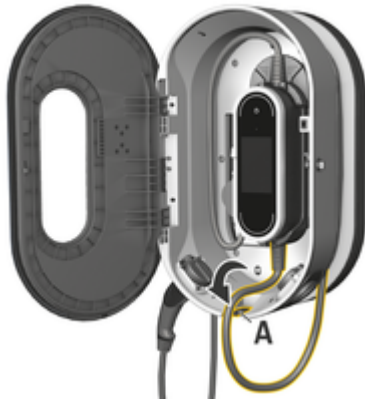

Fig. 19: Hekte på betjeningsenheten
3. Trekk kjøretøykabelen gjennom åpningen A (Fig. 19) og vikle den overskytende ledningslengden rundt Charge Dock.